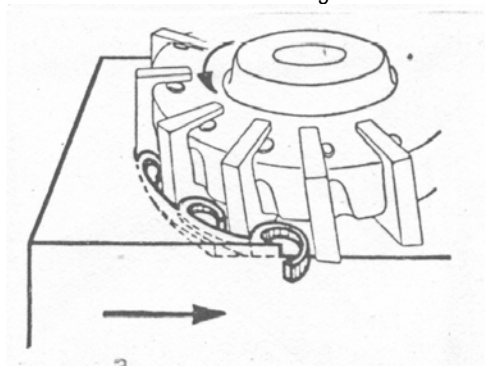

figura 1.7 - fresamento frontal
1.2.2. *fresamento frontal*: operação na qual as arestas cortantes ativas estão na superfície frontal da ferramenta (fresa). O eixo da fresa neste caso é perpendicular à superfície gerada, figura 1.7.